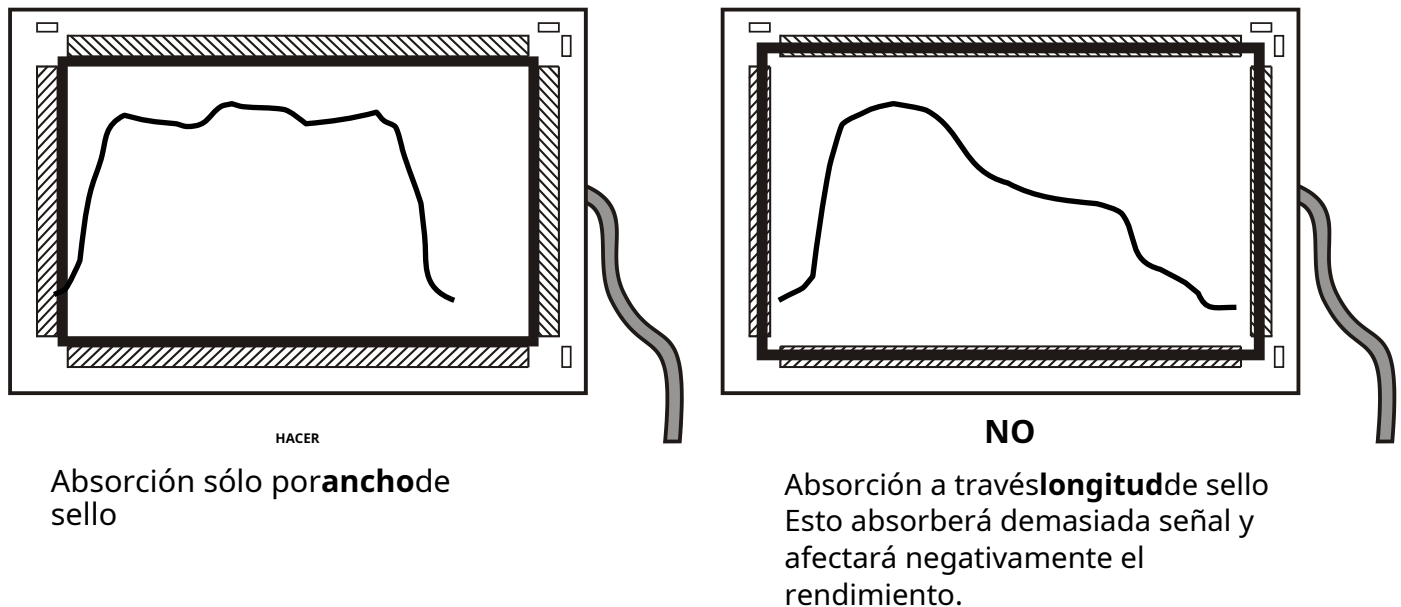

Figura 3-3 Ubicación de sellado
1. El sello debe hacer contacto con la pantalla táctil dentro de los conjuntos de reflectores, como se muestra en la figura 3-3.